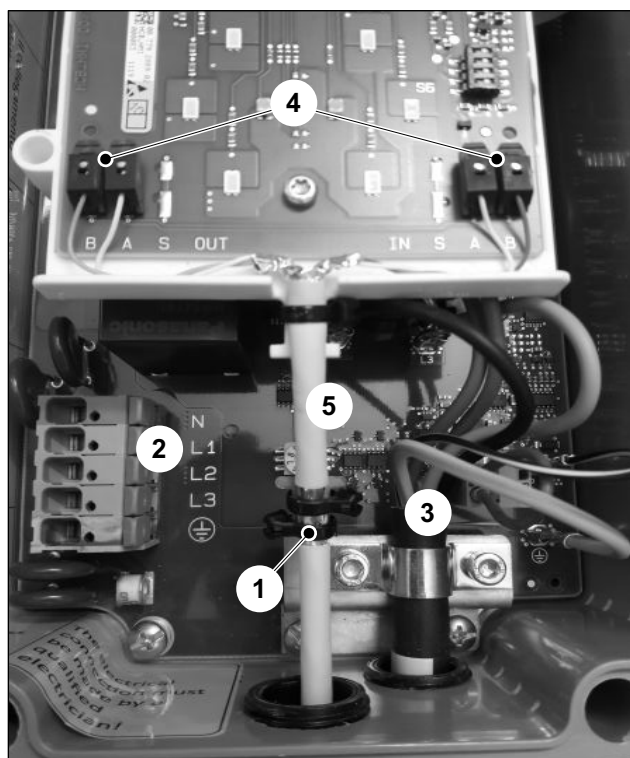

Fig. 12 Tendido de cables en el cableado central
Los diferentes conductores de la alimentación de tensión (fig. 12/2) y del cable de carga (fig. 12/3) deben tenderse con la máxima distancia posible respecto a los cables de bus.
3. Fijar la pantalla liberada al soporte (fig. 12/1) con uno o dos sujetacables.
4. Pelar aprox. 8 mm en los extremos de cuatro conductores individuales y conectarlos a los bornes correspondientes (fig. 12/4).
El cable de bus debe estar recubierto entre el soporte de pantalla y la platina de conexión (fig. 12/5).